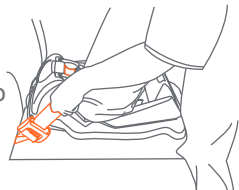

Fig. 42-2
5. Ubique los anclajes **LATCH** en el asiento del vehículo (Fig. 41-2). Una vez ubicados, abra los conectores **LATCH** del Asiento de Seguridad sobre la varilla de acero. Espere a escuchar el "clic" y verifique que ambos conectores estén firmemente sujetos a las varillas de anclaje hacia afuera, sobre los conectores (Fig. 42-2).
ajustada. Para apretar la malla, empuje firmemente hacia abajo poniendo su rodilla ó su mano sobre la base al mismo tiempo que jale hacia arriba de cada extremo de la malla. La malla se bloquea automáticamente en su lugar. **Verifique que no este sosegada la malla a ambos lados de la base y que la base esté instalada en forma apretada** (Fig. 42-2 and 42-3).